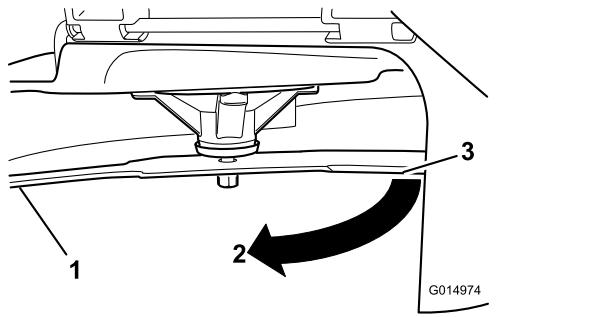

Рисунок 61
3. Измеренное расстояние между ножом и поверхностью (A)
4. Поверните тот же нож на 180 градусов, чтобы теперь его противоположная режущая кромка была в том же положении (Рисунок 61).